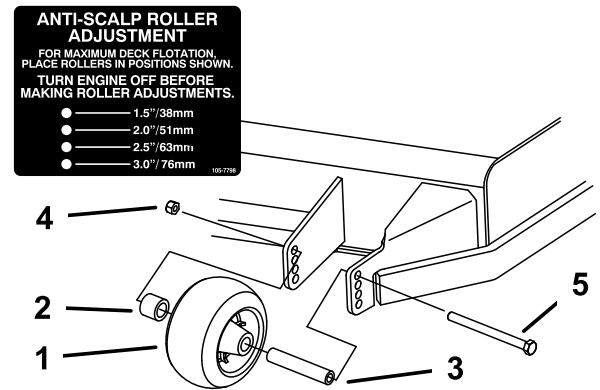

**Bild 29**
2. Treten Sie auf das Mähwerkhubpedal und heben Sie das Mähwerk in die Transportstellung an (d. h. die Schnitthöhe von 140 mm), wie in **Bild 29** abgebildet.
3. Drehen Sie zum Einstellen den Stift um 90 Grad und nehmen ihn aus der Schnitthöhen-Halterung heraus (**Bild 29**).
4. Wählen Sie ein Loch in der Schnitthöhenhalterung, das der gewünschten Schnitthöhe entspricht, und stecken Sie den Stift ein (**Bild 29**).